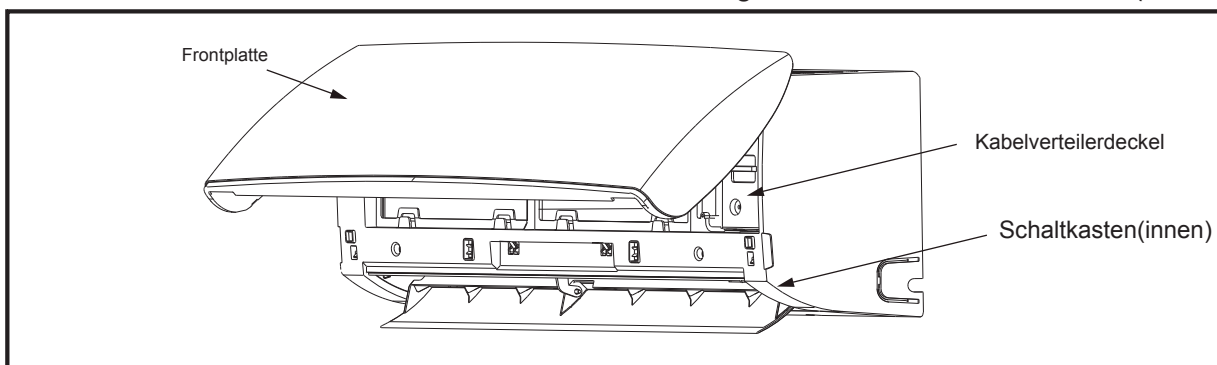
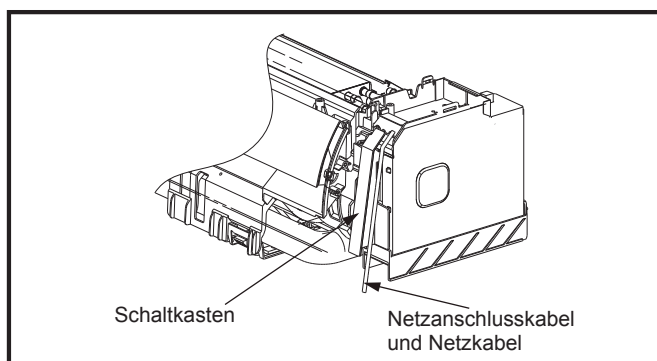

Abb.16
Abb.17
- 6.) Öffnen Sie die Frontplatte und den Kabelverteilerdeckel (Abb.16), und führen Sie dann das Netzanschlusskabel und das Netzkabel durch die Führungsschiene des Schaltkastens (Abb.17).